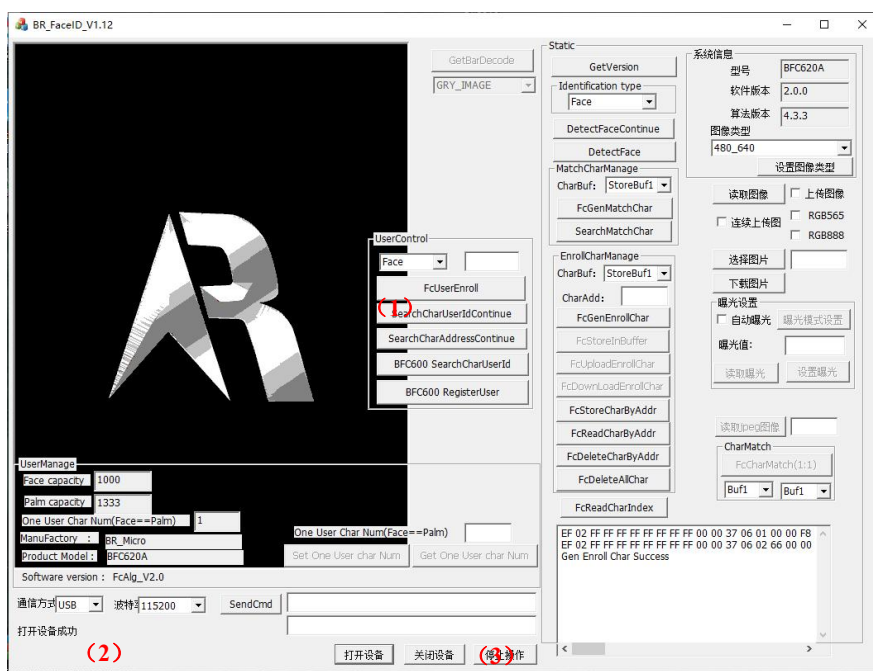

图 4-7
- (1) 填写注册 ID 号，点击 (1) 处 “FCUserEnroll”，模组会自动录入面前的用户人脸；
- (2) 人脸录入成功后左边 (2) 处显示 “RegisterUserSuccess ID=11”
- (3) 点击 (3) 处 “停止操作”，如图 4-7 所示。